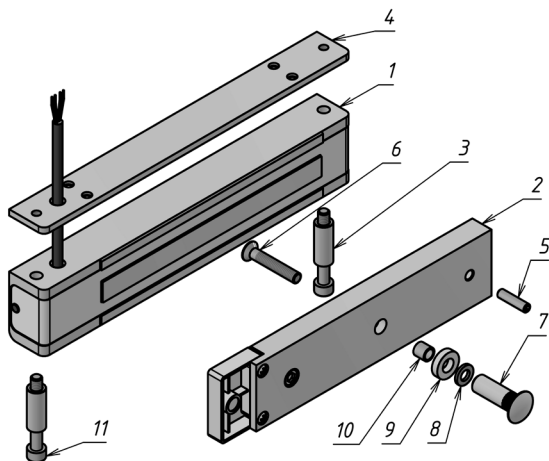

Рисунок 1 – Комплект поставки замка
3.1 Комплект поставки (рисунок 1):
4.5 Вит винта крепления якоря (поз.6 рис.1) необходимо затянуть с усилием, достаточным для